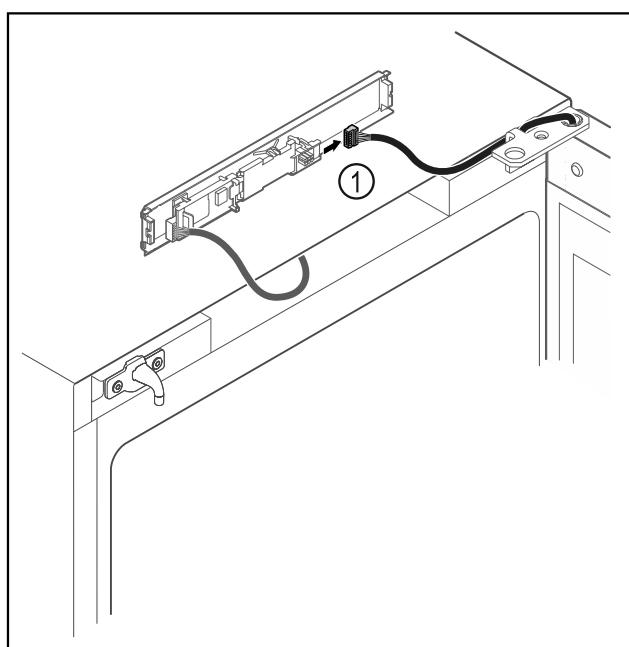

Fig. 16
- Desconecte el conector Fig. 16 (1) de la placa de circuitos.